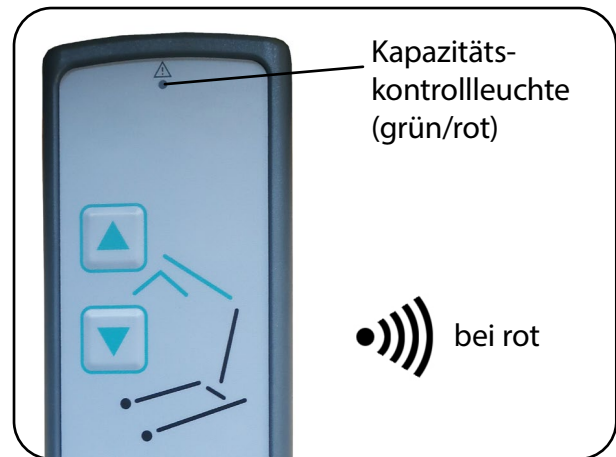

**Abb. 8.7.07 – Steuereinheit
2. Verbinden Sie den Netzadapter durch die Zuleitung (Abb. 8.7.06) mit der Ladebuchse an der Steuereinheit (Abb. 8.7.07).
Kontrollleuchten an der Steuereinheit (Abb. 8.7.07)